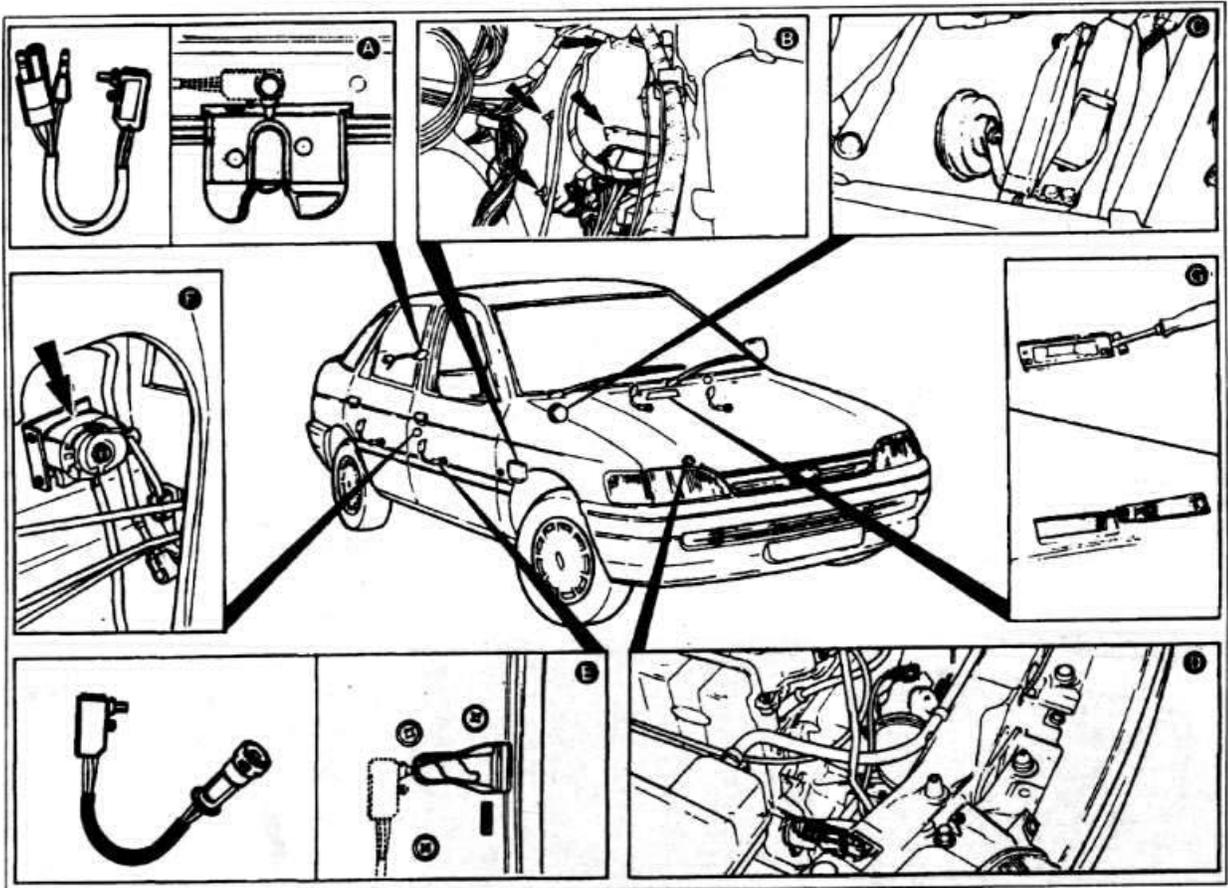

Рис. 12.76. Расположение элементов дополнительной противоугонной системы.
- Эта система обеспечивает дополнительную охрану автомобиля со звуковой сигнализацией. При включенной системе, звуковой сигнал тревоги будет звучать, если открыть двери, капот или заднюю дверь. Тревога будет звучать также при включении зажигания или снятии радиоприемника при включенной системе (см. рис. 12.76).